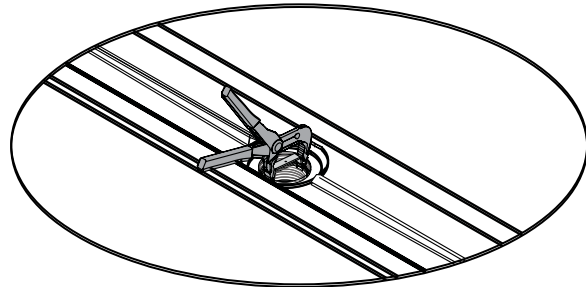

Figura 11
**18** Usando las pinzas ajustables, encaje el soporte angular en la ranura de la conexión de desagüe. La superficie superior del soporte angular debe coincidir con la superficie superior de las pirámides de desagüe. (Figura 11)